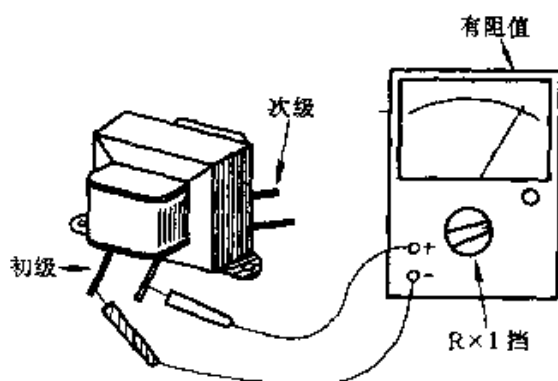

图 2-104
① 检测绕组线圈:用万用表“ $R \times 1$ ”挡测量各绕组线圈,应有一定的电阻值,如图 2-104 所示。如果表针不动,说明该绕组内部断路;如果阻值为 0,说明该绕组内部短路。